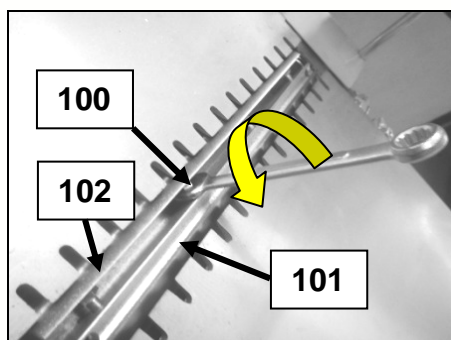

Fig 72
- Vissez les 4 vis à tête hexagonale (100) de façon à libérer le porte-fer (101) de l'arbre (102) (Fig 72).
- Sortez le porte-fer (101) et le fer (103) en prenant soin de ne pas vous blesser.